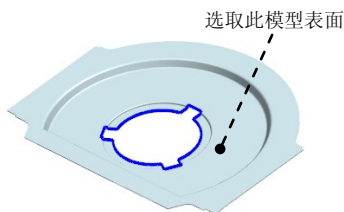

图 8.5.10 法向除料特征 1
(3) 定义凹坑属性。在命令条中单击按钮，单击“偏置尺寸”按钮，在“距离”文本框中输入值 1，单击按钮，在“拔模角 (T)”文本框中输入值 30；在“倒圆”区域选中☒“包括倒圆 (T)”复选框，在“凸模半径”文本框中输入值 1，在“凹模半径”文本框中输入值 1；取消选中☐“包含凸模侧拐角半径 (A)”复选框，单击按钮；定义其冲压方向向下，单击“轮廓代表凹模”按钮.
(4) 单击命令条中的按钮，完成特征的创建。
Step5. 创建图 8.5.10 所示的法向除料特征 1。
(1) 选择命令。在“主页”功能选项卡“钣金”工具栏中单击按钮，选择法向除料命令。
(2) 定义特征的截面草图。
① 选取草图平面。在系统的提示下，选取图 8.5.10 所示的模型表面为草图平面。